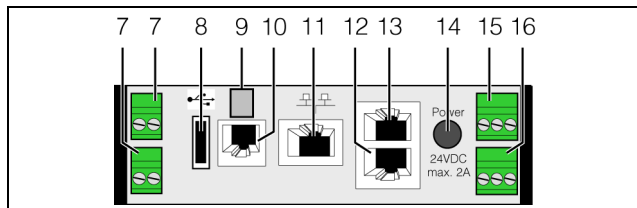

Abb. 9: Rückseite der CMC III PU
Die Spannungsquellen an Pos. 7, 10, 12, 13 sowie 16 (Abb. 9) müssen den Limited Power Source (LPS)-Anforderungen nach UL 60950 genügen und die o. g. Grenzwerte einhalten.
- Schließen Sie das externe Netzteil (7030.060) an den Netzteilanschluss der CMC III PU (Abb. 9, Pos. 14) an.
- Schließen Sie hierzu den 24 V-Ausgang (Direktanschluss) am Netzteil (7030.060) am entsprechenden Anschluss der CMC III PU (Abb. 9, Pos. 15) an.
Die o. g. Bezeichnungen „links“, „Mitte“ und „rechts“ gelten beim Blick von hinten auf das Gerät (Abb. 9).
- Schließen Sie an der Ethernet-Schnittstelle (Abb. 9, Pos. 11) z. B. einen PoE-Switch an.
- Stecken Sie ggf. den externen Temperaturfühler hinten am Anschluss der CMC III PU (Abb. 9, Pos. 9) an.
- Verbinden Sie die Ethernet-Schnittstelle (Abb. 9, Pos. 11) über ein Netzkabel mit RJ 45-Stecker mit der vorhandenen Netzwerkstruktur.
An den beiden CAN-Bus-Schnittstellen (Abb. 9, Pos. 12 und 13) kann eine breite Palette von Sensoren, Aktoren und Systemen zur Zugangsüberwachung angeschlossen werden (vgl. Abschnitt 12 „Zubehör“).
Am potenzialfreien Relaisausgang kann eine externe Signalquelle zur Alarm-Signalisierung angeschlossen werden (Abb. 9, Pos. 16).
An den beiden digitalen Eingängen kann jeweils ein potenzialfreier Schaltkontakt angeschlossen und so z. B. der Störmeldungsausgang eines externen Geräts ausgewertet werden (Abb. 9, Pos. 7).